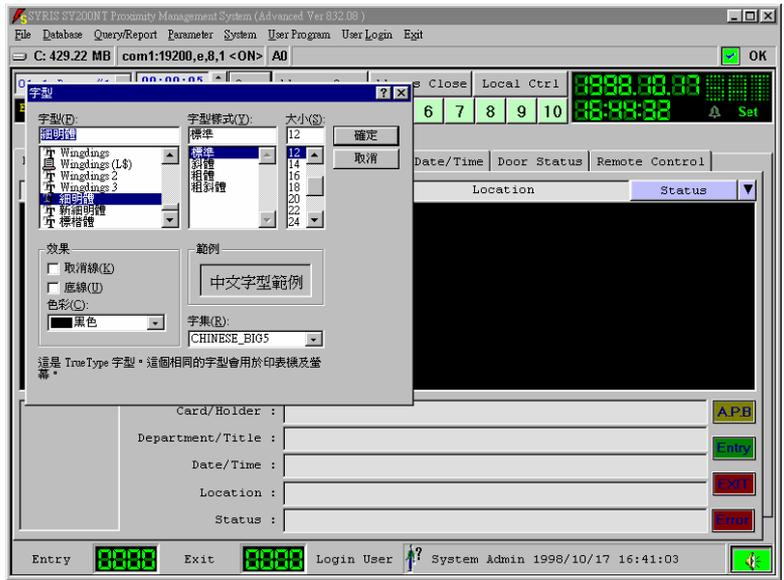

图 12-3 系统语言字型选择
3. 系统出现该语言之画面显示字型选择, 如图 12-3 所示, 依 2.项所例, 请选择字型"细明体", 字型样式"标准", 大小"12"之字体, 并按"确定"完成选择。